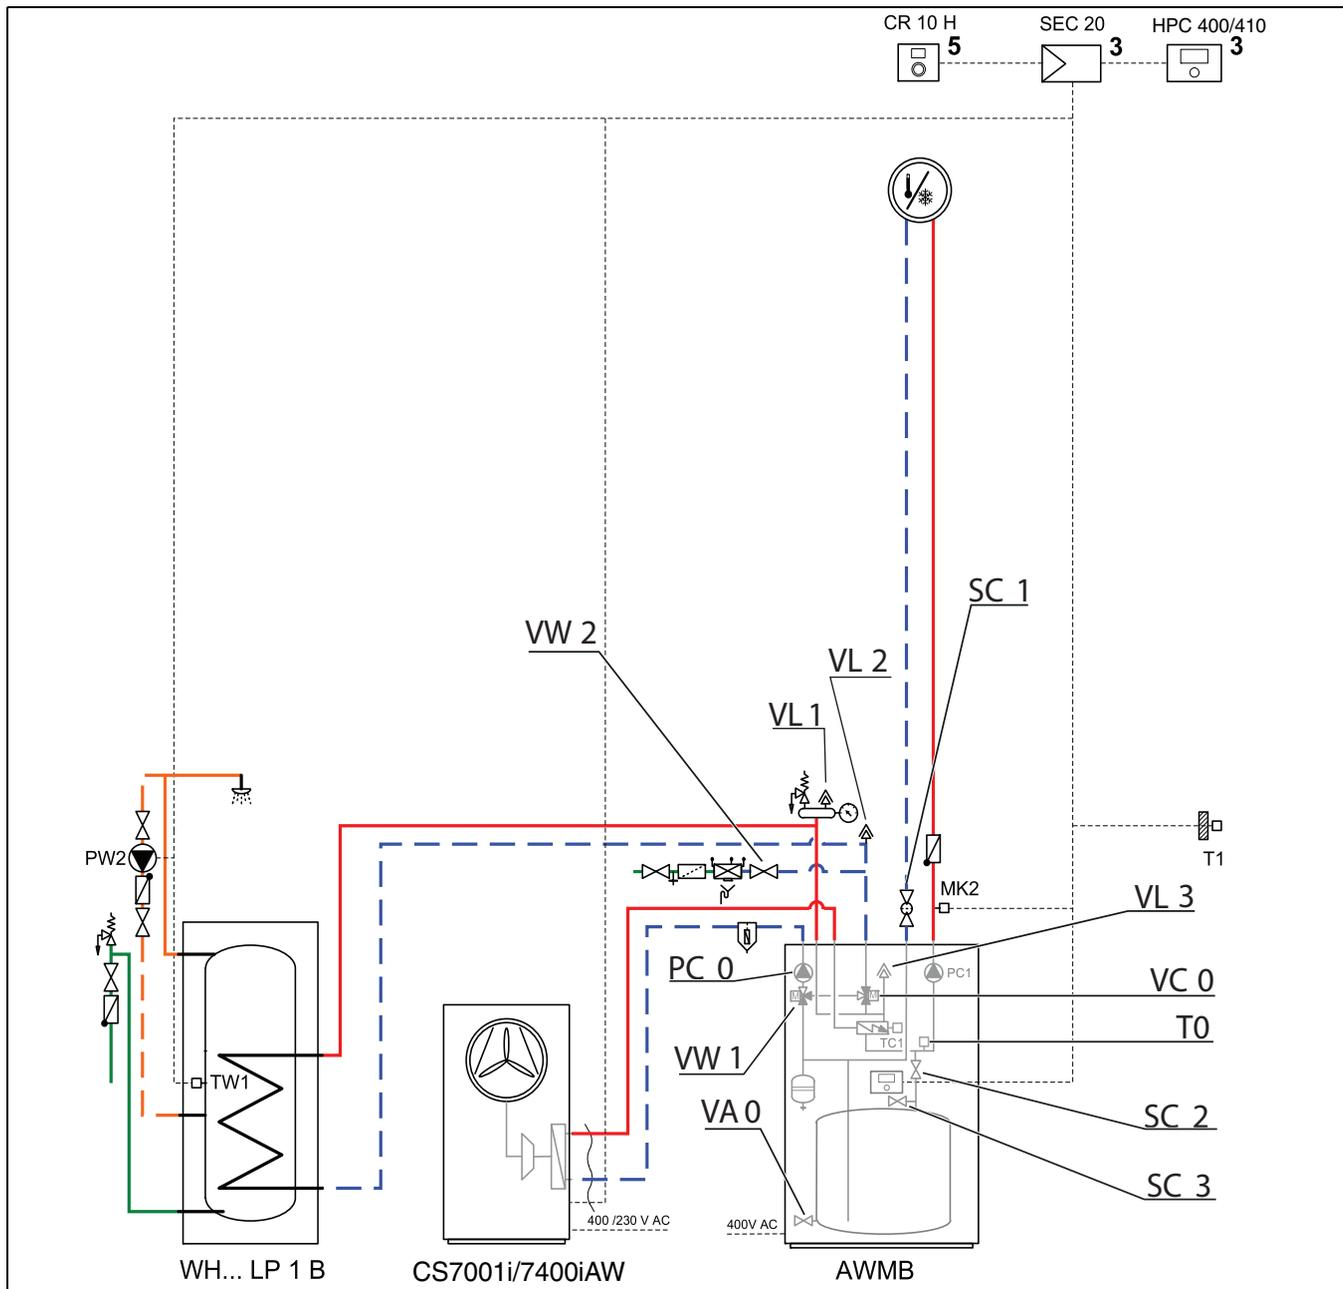

Fig. 26 Unité intérieure et installation de chauffage
2. Ouvrir les purgeurs automatiques VL1, VL2 et VL3 (→fig. 26) en dévissant les capuchons.
3. Fermer la vanne de filtration SC1, fermer la vanne d'arrêt SC2 (→fig. 26) et s'assurer que VW1 (→fig. 26) soit en position (B) pour le mode chauffage central.
5. Ouvrir le petit robinet de vidange SC3 (→fig. 26).